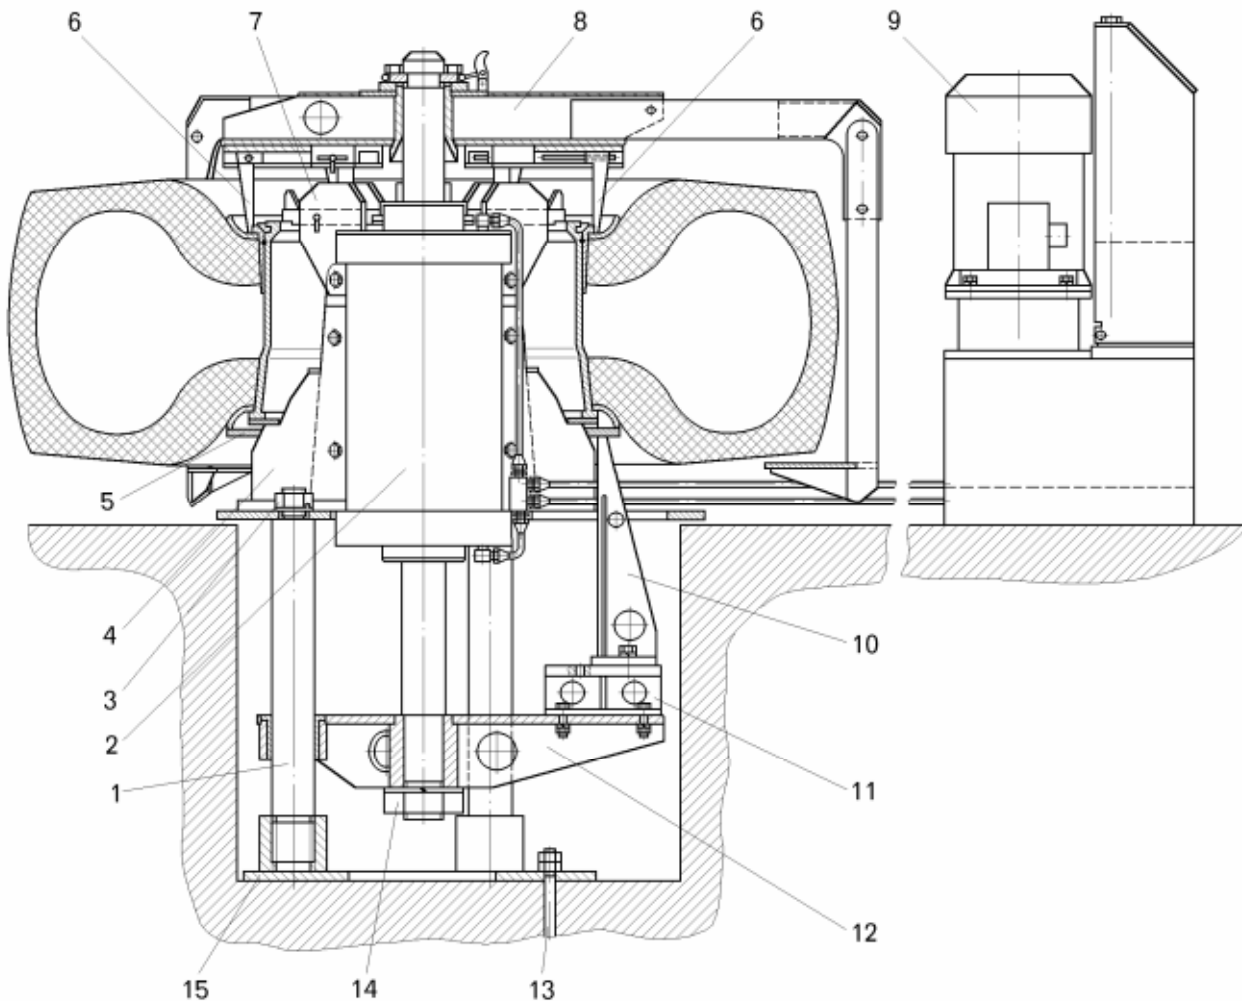

Рисунок 10.9 – Шиномонтажный стенд для монтажа и демонтажа шин:
Демонтаж и монтаж шин производить только на шиномонтажном стенде (рисунок 10.9), обеспечивающем плавное и равномерное приложение нагрузки на детали колеса, с применением приспособлений и инструмента.
- установить упоры 7, 10 (смотри рисунок 10.9) на гидроцилиндр и нижнюю траверсу. На нижние упоры 10 установить опорное кольцо 5;
- при снятой верхней траверсе установить обод колеса на опорные площадки ребер 4 (смотри рисунок 10.9) и надеть на него бортовое кольцо;